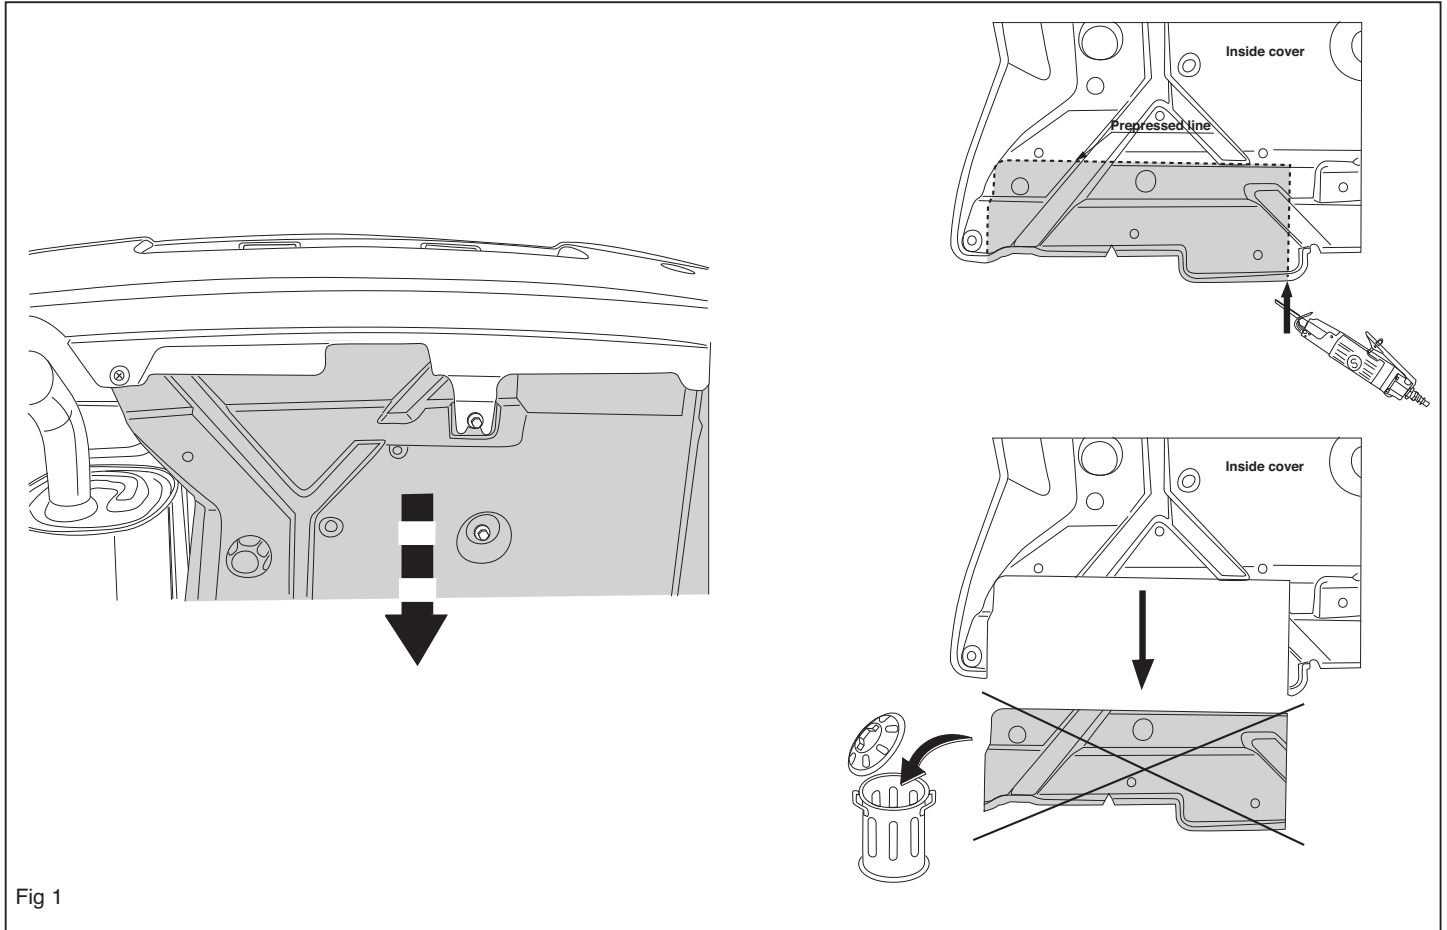

Fig 1
1. Demonter på bøjle dækpladerne på undersiden af kofangeren. Se fig. 1. Sav et stykke ud af dækpladen ifølge figur 1. Fjern de 3 M8 bolte fra køretøjets bagpanel ved hullerne A. Disse anvendes ikke mere. Skift dem ud med 3 M8x50 bolte og 3 planskiver M8 ø24. Spænd alle bolte ifølge tabellen.
1. Zdemontować gdy obecny płyty pokrywowe od spodu zderzaka. Patrz rysunek 1. Wypilować zgodnie z rysunkiem 1 z płyty pokrywowej. Odkręcić śrubę mocującą środkowy pas zderzaka. Usunąć 3 śruby M8 z tylnego panelu pojazdu, w miejscu otworów A. Nie będą ponownie używane. Zastąpić je 3 śrubami M8x50 i 3 pierścieniami uszczelniającymi M8 ø24. Dokręcić do momentu obrotowego wskazanego w tabeli.